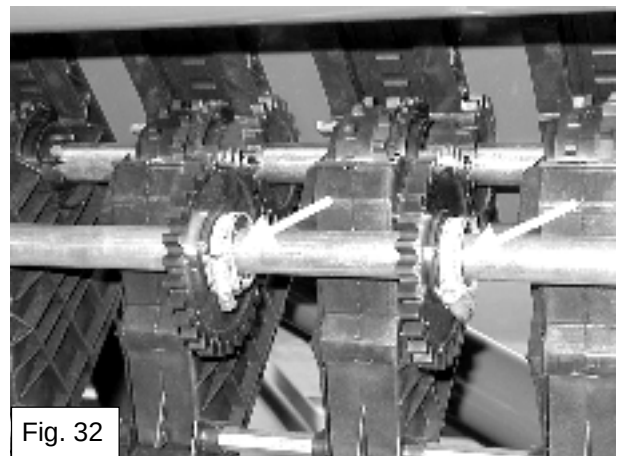

Fig. 32
- Løsn spændebåndene, som holder tandhjulene på forlagsakslen, så tandhjulene kan forskydes til siden (fig. 32).